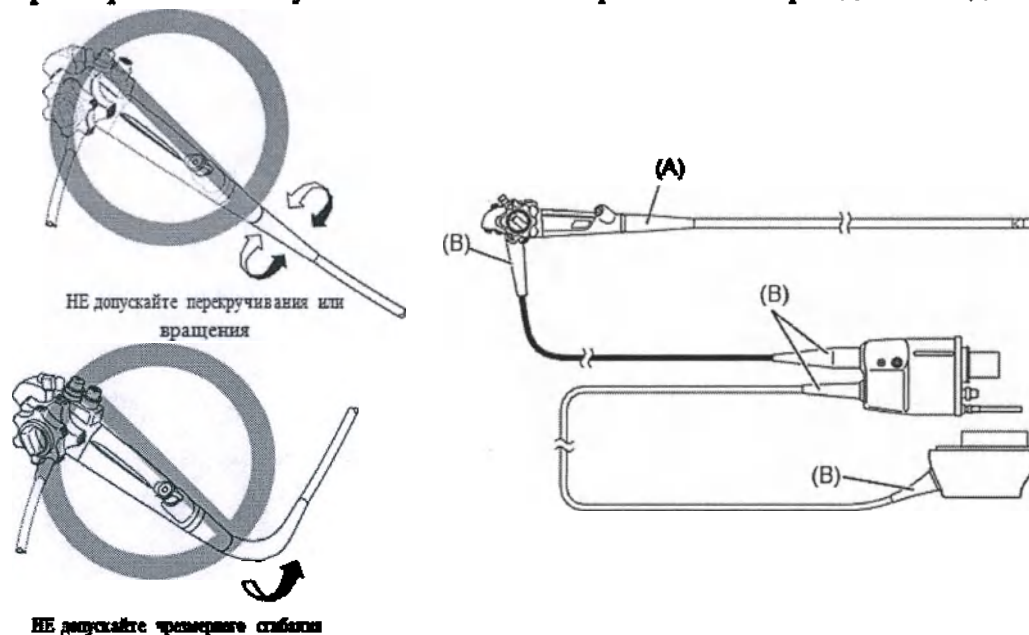

Рис. 7.3
- **ЗАПРЕЩАЕТСЯ** чрезмерно скручивать, поворачивать и изгибать компенсаторы механических напряжений (обозначены (1) и (2) на Рис.7.3). Это может привести к
повреждению эндоскопа. Особенно осторожно обращайтесь с компенсатором механических напряжений на вводимой части (обозначен (1) на Рис. 7.3), так как он имеет малый диаметр.